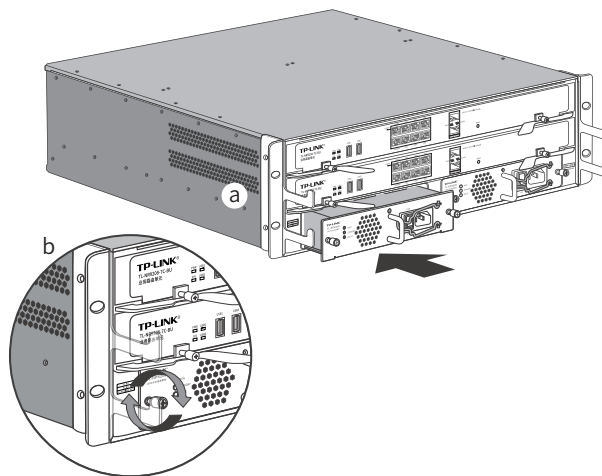

图4-4 安装电源模块示意图
5. 将备用的电源模块插入路由器中，将电源模块沿插槽的导轨将电源模块水平推入，直至电源模块的面板贴紧设备。拧紧电源模块两侧的松不脱螺钉。如图4-4所示。